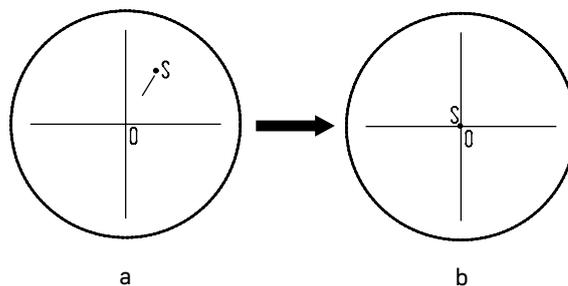

Рис. 16. Настройка канала визуализации
- Установите рукоятку переключения светового потока **3** в положение для наблюдения через окуляры. Наблюдая объект через окуляры, найдите отличительную точку в поле зрения (легко идентифицируемую цель, такую как точка *S* на рис. 16а), переместите объект на предметном столике так, чтобы данная точка находилась в центре поля зрения, как показано на рис. 16б. Для этой процедуры вместо обычного препарата удобно использовать специальный калибровочный слайд с перекрестием, а вместо обычного окуляра – окуляр с перекрестием.